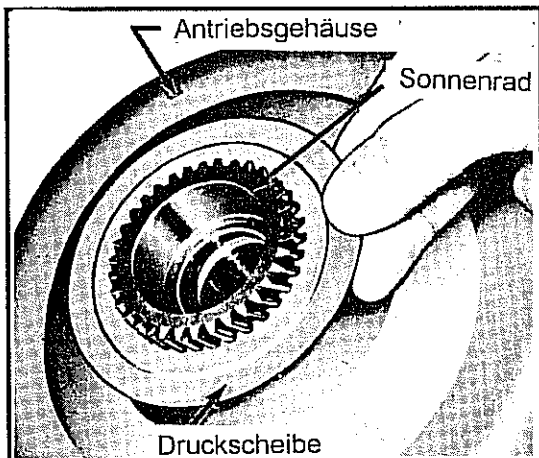

Abb. 10-104 Druckscheibe am Antriebsgehäuse des Sonnenrads
- Die flache Druckscheibe des Sonnenrades am Antriebsgehäuse entfernen. Siehe hierzu Abb. 10-104.
- Die flache Druckscheibe am Sonnenrad ansetzen. Siehe Abb. 10-104.